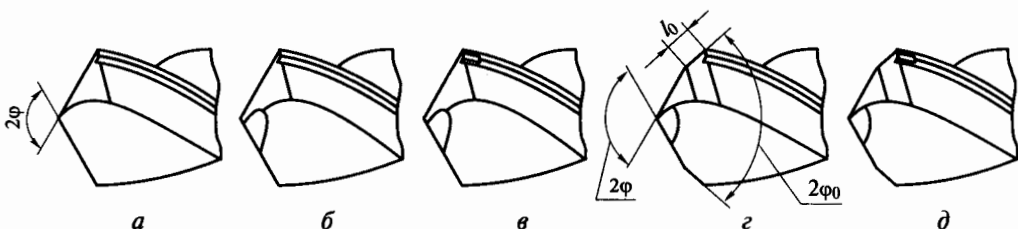

Рис. 3.4. Форма заточки спирального сверла:
21. Назовите форму заточки сверла (рис. 3.4). Укажите, в каких случаях ее применяют: